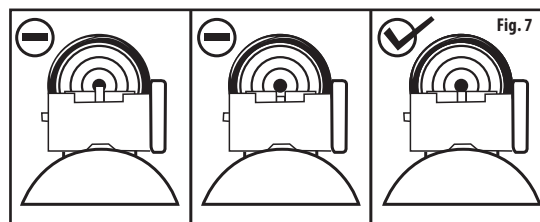

Fig. 7
- Para modelos com miras abertas, a arma de pressão estará com a mira correta e a lâmina da massa de mira estiver posicionada no visor (de encaixe) da alça de mira (Fig. 7).